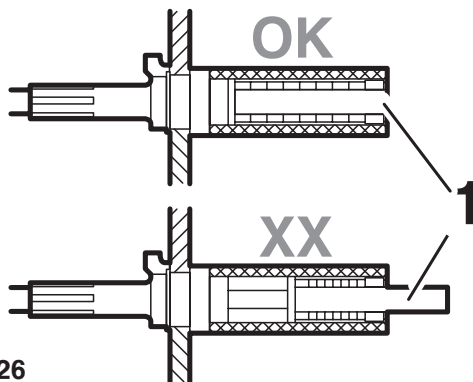

Abb. 26
- Der Kontrollstift (1) am Handgeber darf nicht aus der Führung (rot) herausstehen. (Abb. 26)